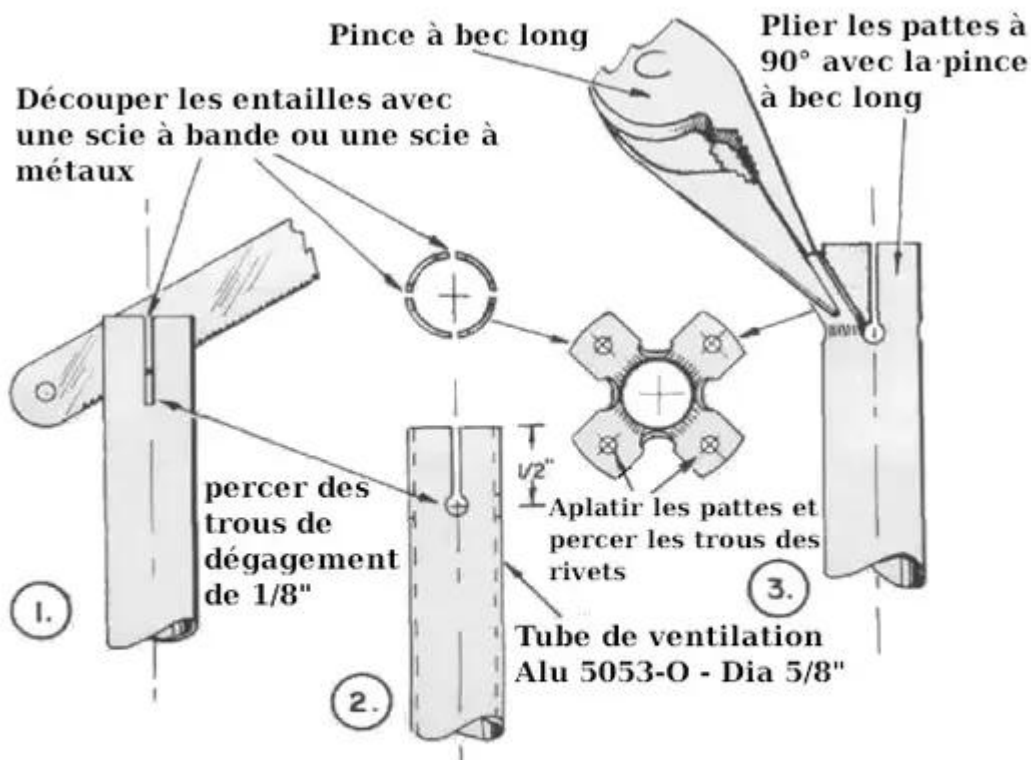

FIGURE 2
2. Les deux trous pour les tubes de ventilation de refroidissement des magnétos. Sans cet air de refroidissement pour les magnétos, celles-ci pourraient subir des pannes dues à des températures extrêmement élevées. Les magnétos Bendix, par exemple, ne peuvent pas tolérer des températures beaucoup supérieures à 350 °F avant de se détériorer et de risquer une panne (voir Figure 2).